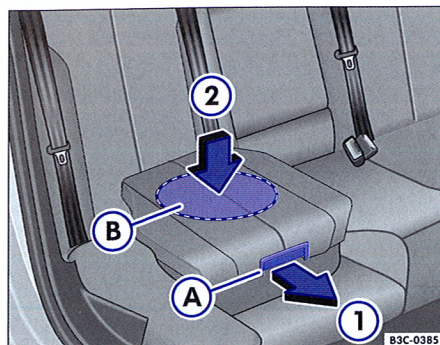

Fig. 85 Scaun integrat pentru copii: rabatarea la loc a pernei scaunului.
- Trageți perna scaunului de pârghia de deblocare $\Rightarrow$ **fig. 85 A** în sensul săgeții **1** spre înainte.
Pentru a rabata la loc scaunul integrat pentru copii, apăsăți numai pe centrul pernei $\Rightarrow$ **fig. 85 2**. În caz contrar, perna se poate bloca și nu se mai fixează corect în poziție.